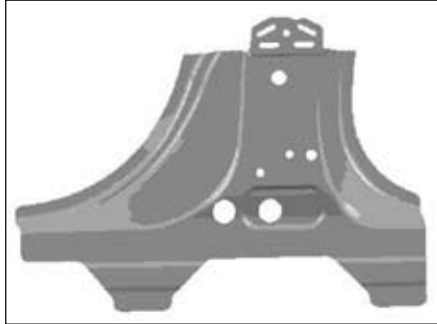

FIG.45
- Préparer les zones d'accostage et couper la nouvelle pièce (Fig.45).